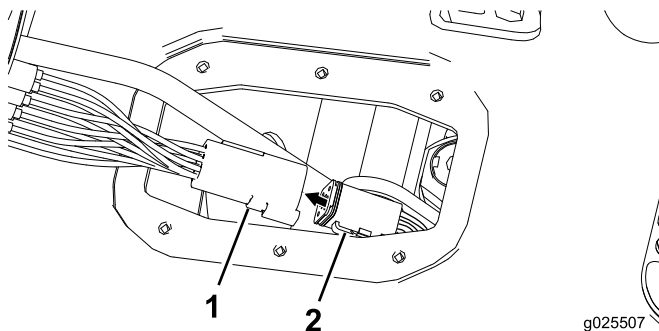

Figura 7
11. Inserite il connettore dell'indicatore delle marce dal cablaggio dell'allarme di riserva (Figura 7).